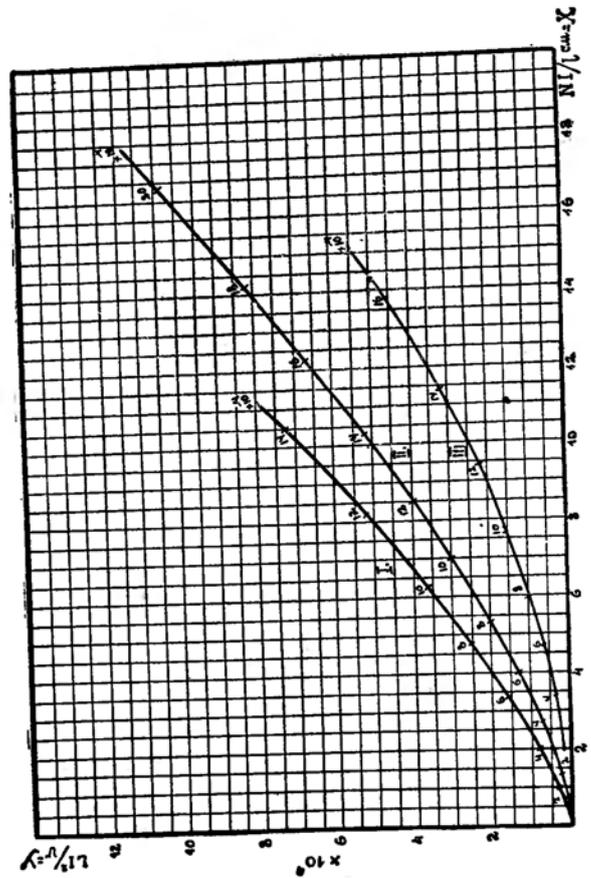

Рис. 135.
В случае, если величиной намагничивающего („обмоточного“) тока пренебречь нельзя, то расчет самоиндукции производится по кривым рис. 135. На этом рисунке нанесены три кривые, из которых первая (I) годна для расчета катушек с сердечником из специального железа „Нурерник“, вторая (II) — из трансформаторного железа (с 4% кремния), третья (III) — для катушек из обыкновенного листового железа.
По кривой рис. 135, зная Y находим X . Для этого из точки на оси ординат $Y = 3,9 \cdot 10^{-4}$ составляем перпендикуляр до пересечения с кривой II и из точки пересечения опускаем перпендикуляр на ось X , где и находим, что